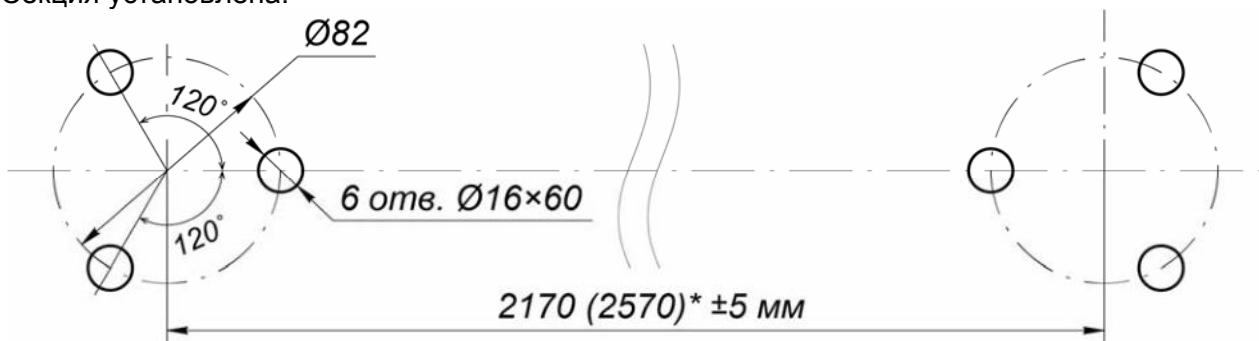

Рисунок 17. Схема разметки отверстий для установки фланцев двойной распашной секции ограждения с магнитным УБ
2. Разметьте и просверлите отверстия на установочной поверхности под анкеры PFG IH 10 «SORMAT» в соответствии со схемой разметки (рис. 17). Сначала размечаются центры установки стоек секции ограждения, затем от них размечаются точки крепления стоек, допускается использование в качестве шаблона непосредственно самих фланцев стоек.